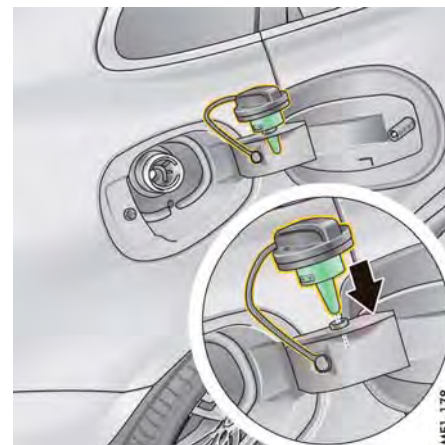

図60: タンク・キャップを開く
3. 取り外したキャップをホルダー (図60) にかけてください。